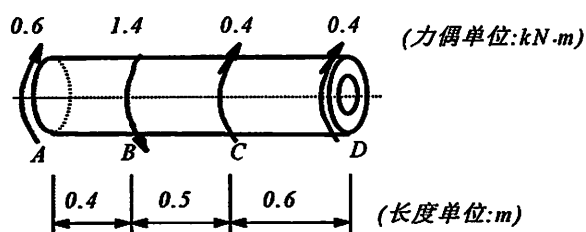

图 4-2
2. 图 4-2 所示内外径分别为 45mm 和 65mm 的空心圆轴, $[\tau]=22\text{MPa}$, $G=80\text{GPa}$ 。(1) 校核轴的强度; (2) 求 A、C 两截面间的相对扭转角。(15 分)